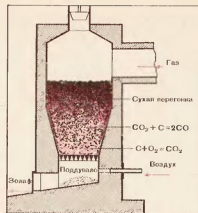

Рис. 30. Схема газогенератора
Оксид углерода (II) содержится в некоторых видах газообразного топлива, а именно в генераторном газе. Генератор, в котором получают эти топлива, представляет печь, загружаемую толстым слоем твердого топлива, например кокса (рис. 30). Снизу в газогенератор подается воздух. В нижнем слое топливо сгорает, и углерод превращается в оксид углерода (IV):